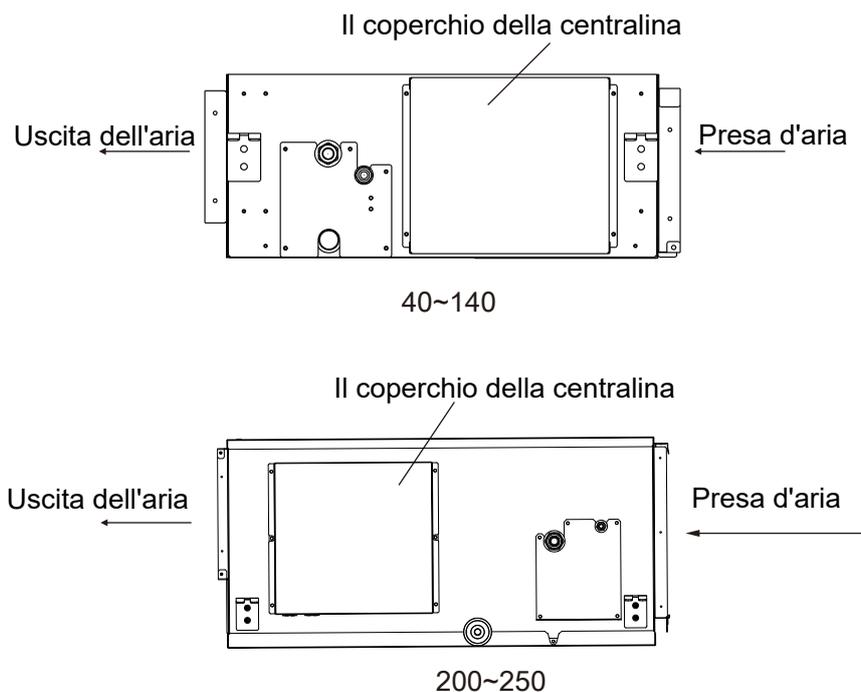

Fig.6.1 Rimuovere le viti sulla centralina.
- Per serrare il cablaggio, utilizzare il materiale di fissaggio incluso come mostrato in Fig. 6.1 per evitare di esercitare pressione esterna sui collegamenti elettrici e serrare saldamente.
- (1) Come mostrato nella Fig. 6.1, rimuovere le viti dalla centralina.
- (2) Collegare il cavo di alimentazione e il cavo di terra al terminale principale.
- (3) Il cavo del telecomando si collega alla morsettiera.
- (4) Collegare l'alimentazione delle unità interna ed esterna alla morsettiera principale.
- (5) Collegare saldamente il cavo nella centralina
- (6) Dopo aver terminato il cablaggio, sigillare il rispettivo foro con il materiale sigillante (con il coperchio) per evitare la formazione di condensa e l'ingresso di corpi estranei.
- (7) Ricollegare il coperchio della scatola elettrica dopo il completamento del lavoro.